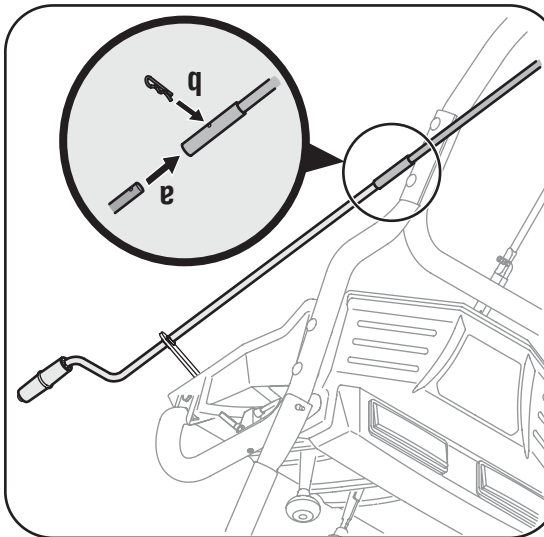

Figure 3-3
- Dégagez la goupille fendue de l'extrémité de la manivelle supérieure de la goulotte. Entoncez la manivelle supérieure dans la manivelle inférieure. Des pinces peut aider dans ce travail. Voir la Figure 3-3.
- Alignez les trous sur les manivelles. Voir la Figure 3-3.